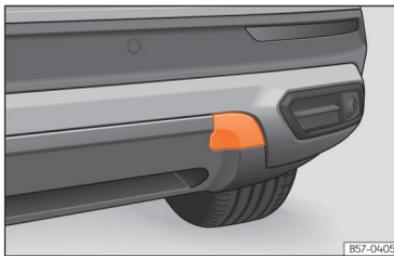

Abb. 195 Auf der rechten Seite des hinteren Stoßfängers: Abdeckung entfernen.
»» [Abb. 195].
- Drücken Sie auf den oberen Bereich der Abdeckung »» [Abb. 195] und klinken Sie diese aus.